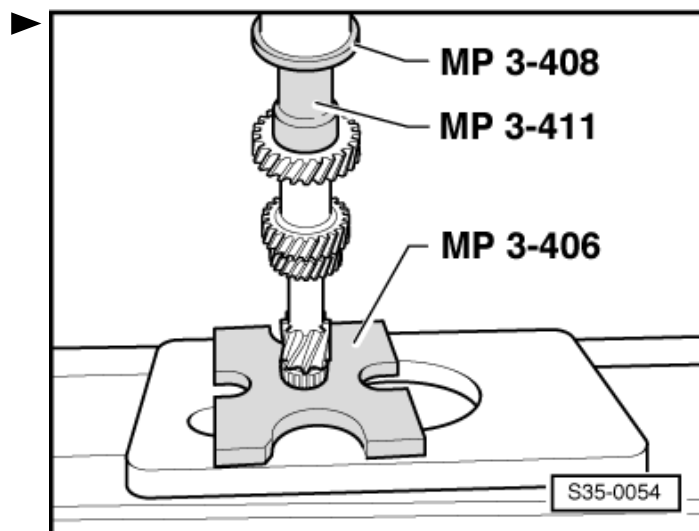

Abb. 9: Innenring/Kegelrollenlager aufpressen
- ☐ aufpressen ⇒ Abb. 9 in **35-1** Seite 6